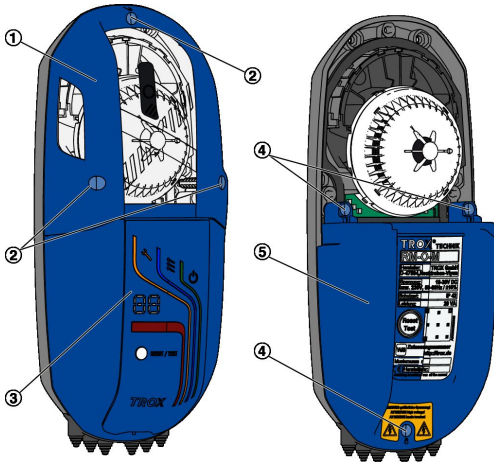

Abb. 15: Öffnen des elektrischen Betriebsbereichs
1. ▶ Anzeigemodul, wenn vorhanden (Abb. 15/3) abnehmen.
2. ▶ Bajonettsschrauben (Abb. 15/2) lösen und Inspektionsdeckel (Abb. 15/1) abnehmen.
3. ▶ Bajonettsschrauben (Abb. 15/4) lösen und Gerätedeckel (Abb. 15/5) abnehmen.